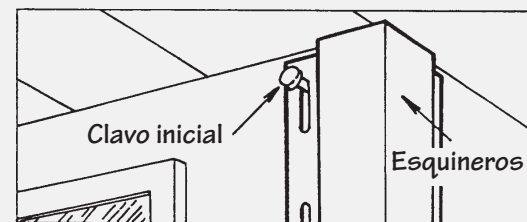

Figura 19.
- Separee los sujetadores un máximo de 16" entre los paneles de revestimiento horizontal, cada 12" para los paneles de revestimiento vertical y cada 8" a 10" para los accesorios. Estas distancias pueden aumentarse si el fabricante permite un espaciamento mayor basado en pruebas de carga de viento. Comience fijando el revestimiento vertical y los esquineros en la ranura más alta para sostenerlos en su lugar. Coloque todos los sujetadores en el centro de las ranuras (Figura 19).